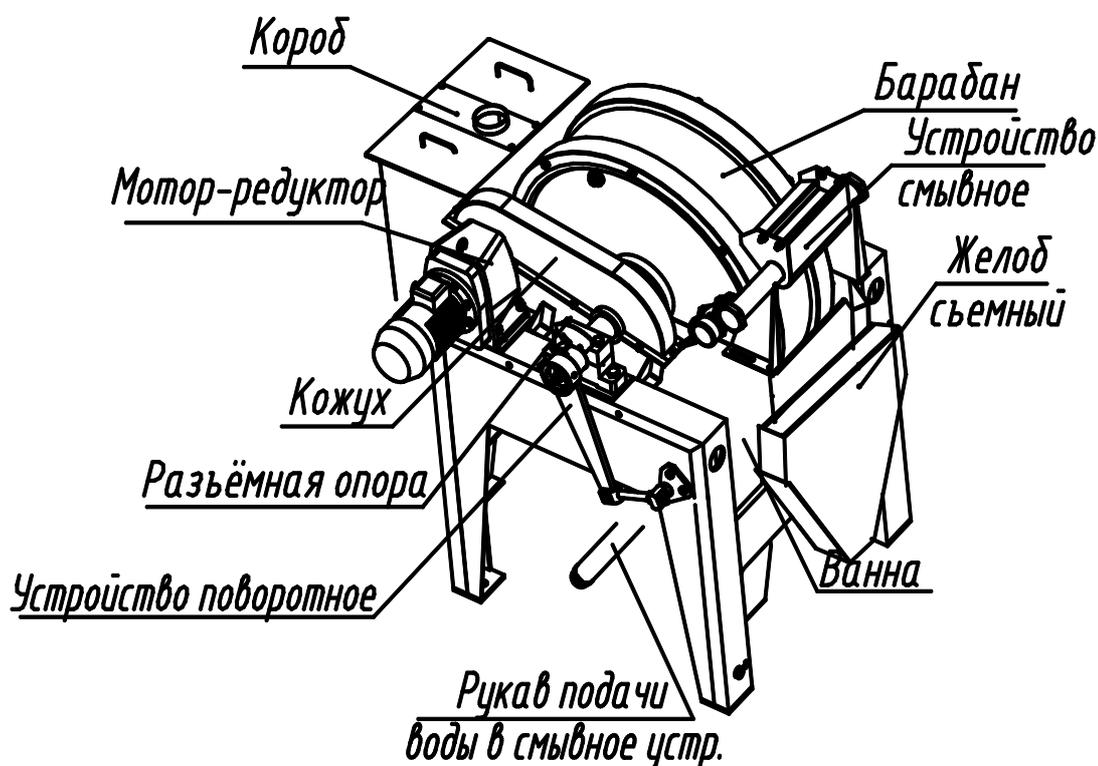

Рис.1. Общий вид сепаратора ПБМ-90/33
Сепаратор магнитный барабанный ПБМ-90/33 предназначен для обезжелезнения различных материалов, регенерации тяжелых суспензий в промышленных условиях. Общий вид сепаратора представлен на рис.1.
4.1.2. Ось барабана установлена в разъемных опорах на раме сепаратора (рис.1.).
4.1.3. Вращение барабана осуществляется мотор-редуктором через цепную передачу, закрытую кожухами (рис.1.).
4.1.9. Поворотное устройство (см. рис.1), состоящее из рычага, натяжного винта и кронштейна, предназначено для поворота электромагнитной системы.